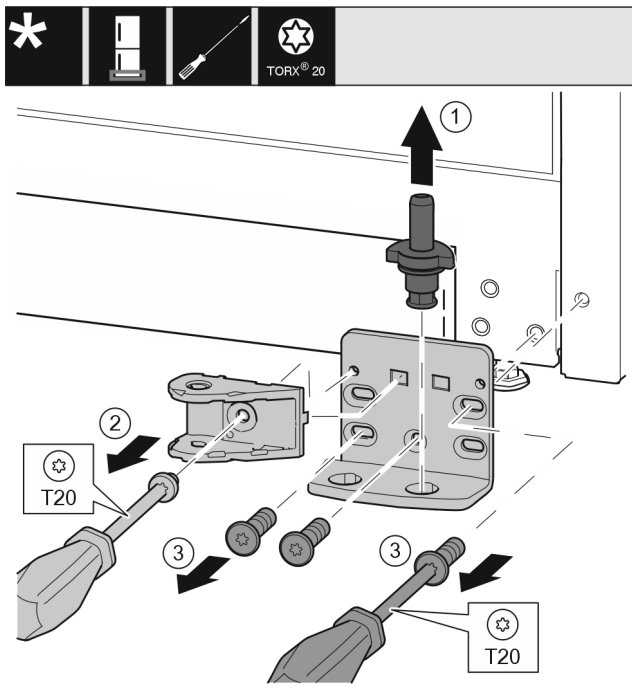

Fig. 30
- ▶ Lagerbolzen Fig. 30 (1) komplett nach oben herausziehen.
- ▶ Schraube Fig. 30 (2) mit Schraubendreher herausdrehen und Schließdämpferverbindung abnehmen.
- ▶ Schrauben Fig. 30 (3) mit Schraubendreher herausdrehen und Lagerbock abnehmen.